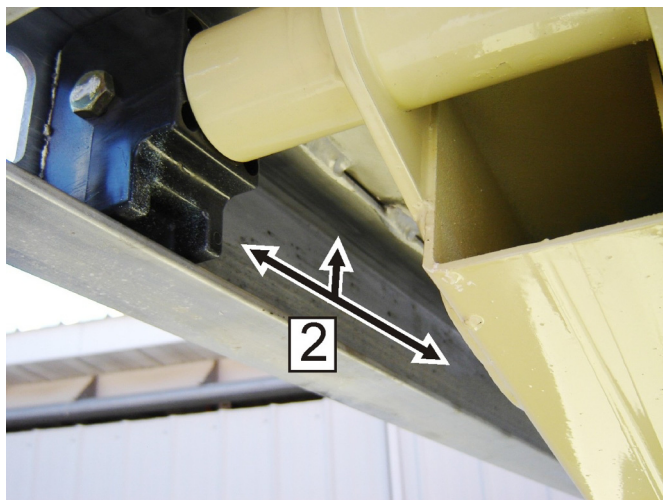

Рис. 5-3. Желоб верхней скользящей накладки
желоба (2) внутри и с верхней стороны. См. Рис. 5-3.,